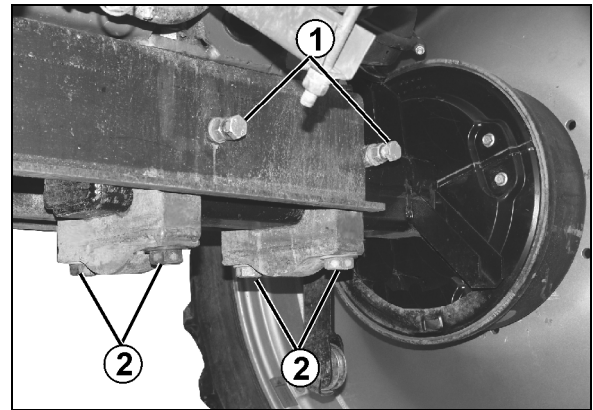

Fig. 135
4. Klemmschrauben (Fig. 135/1,2) lösen.
6. Zum Ausrichten der Achse zuerst Schrauben (Fig. 135/1) anziehen, Anzugsmoment 210 Nm.
7. Dann Schrauben (Fig. 135/2) anziehen, Anzugsmoment 750 Nm.